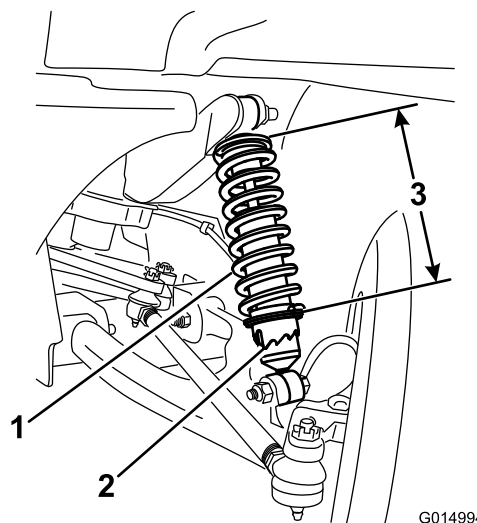

Figura 32
A. utilizzando l'attrezzo TORO6010 ruotate il collare sull'ammortizzatore per cambiare la lunghezza della molla (Figura 32).